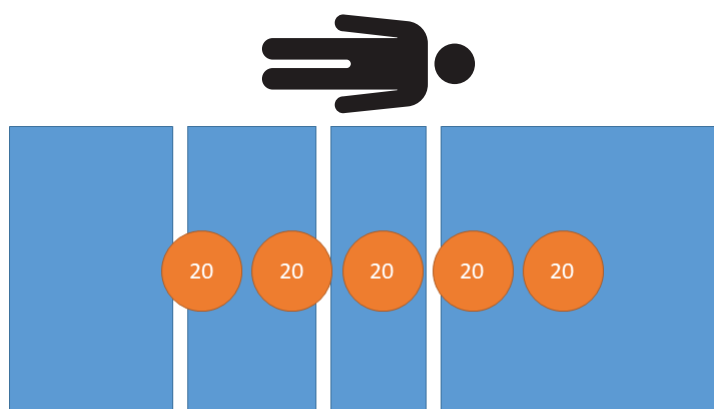

Figura 20 – Prueba de funcionamiento del peso - 100 kg
3. Con ayuda de pesos calibrados, coloque 100 kg en el producto (Figura 20).
9. Con ayuda de pesos calibrados, coloque 100 kg en el producto (Figura 20).